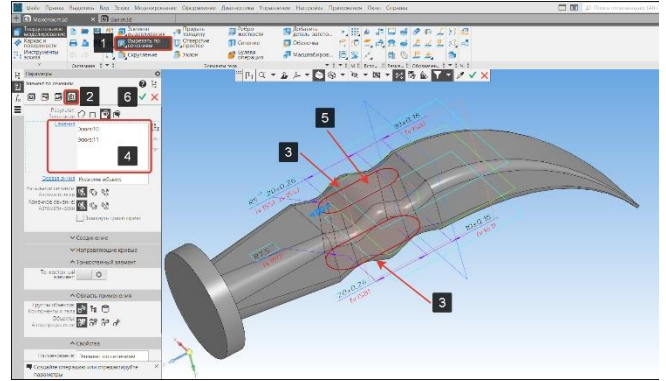

Рисунок 166 – Команда вырезать по сечениям
- В панели Элементы тела выберем команду Вырезать выдавливанием (1) подоперация Вырезать по сечениям (2) (Рисунок 166);
- Укажем эскизы (3) для построения паза. В окне объекты (4) отобразятся все выбранные эскизы (Рисунок 166);
- Фантом паза (5) построен верно, нажмем Завершить построение (6) (Рисунок 166);